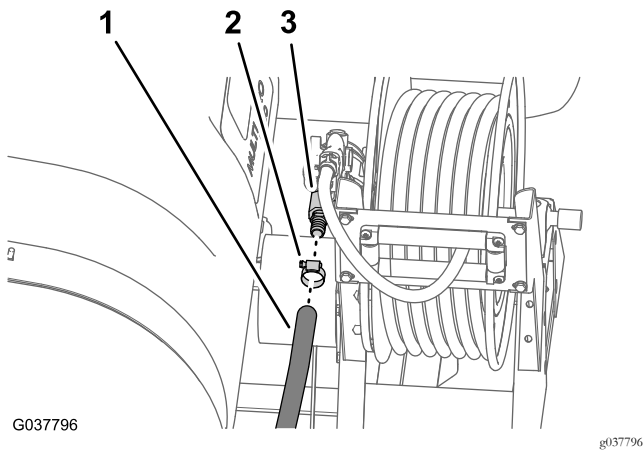

図 100
5. 給液ホースを、ホースリールのバーブ付きストレートフィッティングに接続し、ホースクランプで固定する 図 100。